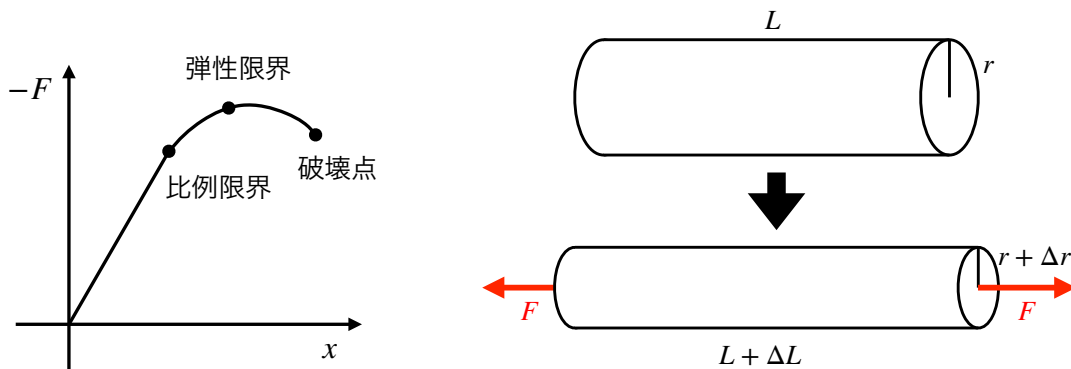

図 27: 左：弾性体の変位  $x$  と復元力  $F$  の関係の模式図。右：円柱型の弾性体の変形。
- 加える力をより強くしていくと（図 27 左）
- 円柱型の弾性体を力  $F$  で長さ方向に引っ張る (図 27 右)